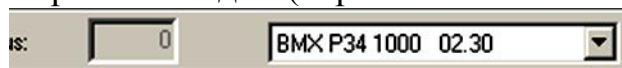

Рис.1.22.Апаратна конфігурація.
6. На першому посадочному місці (див.рис.1.22) вибрати модуль ВМХ DDM 16025 (подвійний клік по 1-му посадочному місці);
Вхідні та вихідні змінні необхідно прив'язати до вхідних та вихідних каналів. Вибраний модуль дискретних входів/виходів *BMX DDM 16025* знаходиться на 1-му посадочному місці в 0-му шасі (див. рис.1.22). По правилам адресації M340, перші 16 каналів (0-15) змішаних дискретних модулів будуть вхідними, а інші – вихідними. Навіть якщо вхідних каналів менше ніж 16-ть, номер першого вихідного каналу буде починатися все одно з 16.